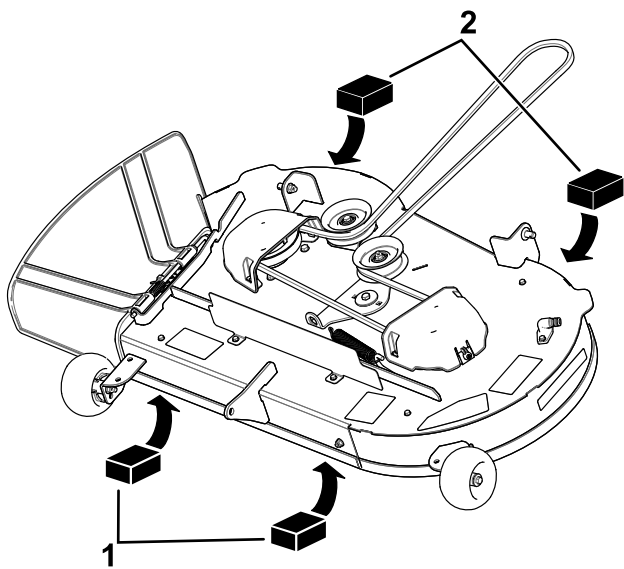
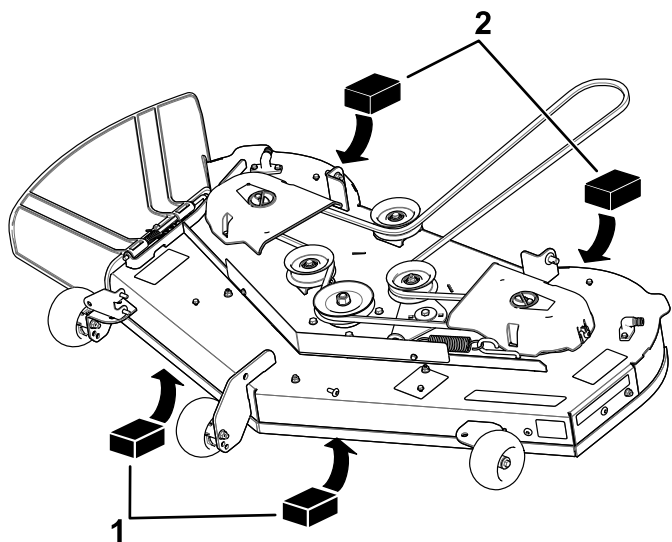

Figure 66
Figure 67
4. Placez deux cales de 6,6 cm (2⁵/₈ po) d'épaisseur chacune sous chaque côté du bord avant du tablier de coupe, mais pas sous les supports des galets anti-scalp (Figure 66 ou Figure 67).
5. Placez deux cales de 7,3 cm (2⁷/₈ po) d'épaisseur chacune sous le bord arrière de la jupe du tablier de coupe, une de chaque côté (Figure 66 ou Figure 67).